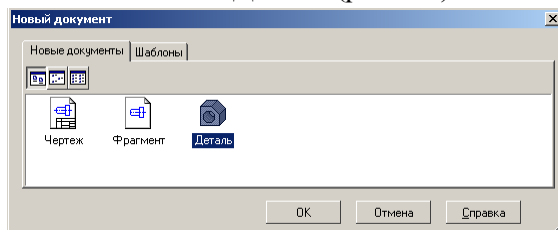

Рис. 2.1.
1.3. Выполните команду **Файл**⇒**Создать...**⇒**Деталь** (рис. 2.1).